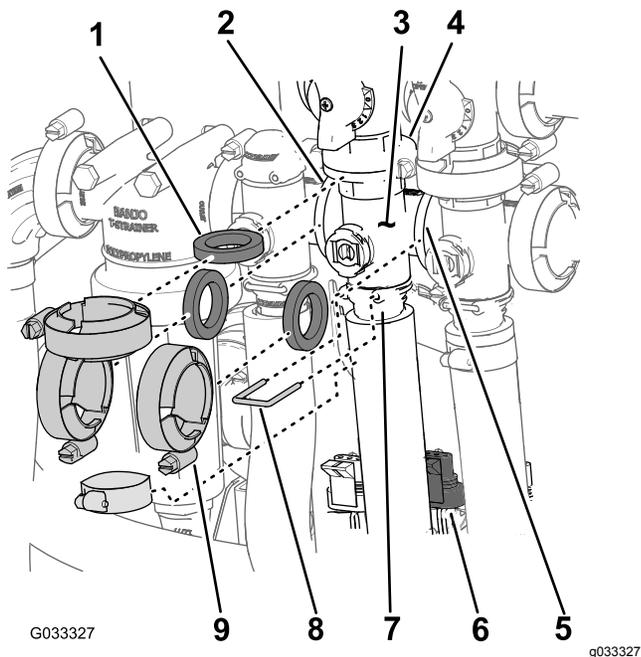

图 69
- 取下将搅拌阀歧管图 69 固定至搅拌旁通阀、喷洒率控制阀、主喷洒臂段阀以及安装座接头搅拌节流阀的夹具和垫片。
- 拆下将出口接头固定至搅拌阀歧管的卡环图 69。